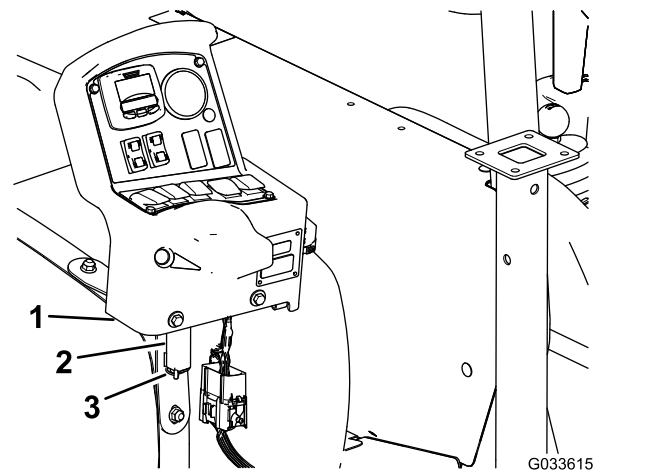

図 134
7. 車両のダッシュボードで、コンソール取り付けブラケットからコンソールを外し、コンソールのピボットピンを、タンクの前ベルトについている保管ブラケットにセットする 図 134; コントロールコンソールを機体に取り付ける (ページ 19)を参照。
8. ブラケットにコンソールを組み付け、ピボットピンをブラケットに入れてヘアピンで固定する (図 134)。